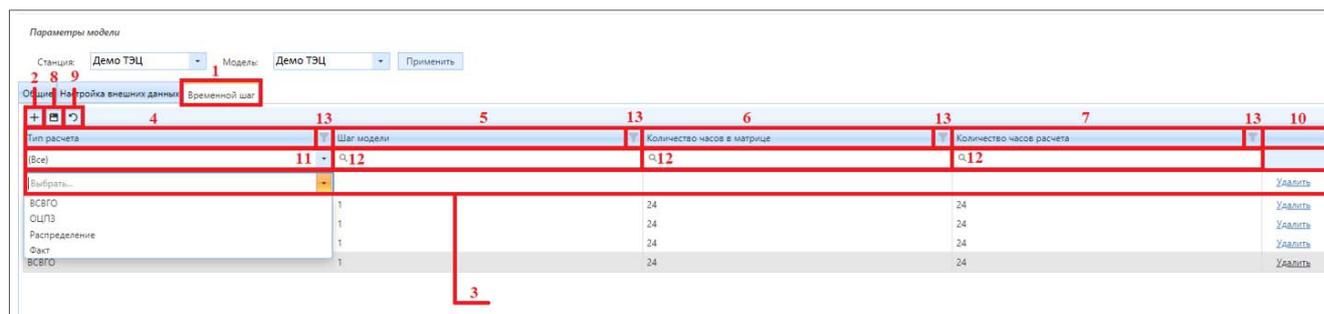

Рисунок 4.2.11 – Визуализация вкладки «Временной шаг»
Для создания, просмотра и редактирования настроек в группе «Временной шаг» необходимо перейти нажатием левой кнопкой мыши на вкладку «Настройка внешних данных» (блок 1) (рис. 4.2.11). В данной группе осуществляется настройка:
Для создания вышеперечисленных настроек, относящихся к группе «Временной шаг» в рамках одного типа расчета нажмите на кнопку (2) «Добавить строку» (рис. 4.2.11). Автоматически появится строка для записи (блок 3) (рис. 4.2.11). В колонке (4) «Тип расчета» (рис. 4.2.11) нажмите на признак выпадающего списка, из предложенного перечня выберите необходимый тип расчета. В колонке (5) «Шаг модели» (рис. 4.2.11) введите числовое значение для указания минимальной величины дискретности. В колонке (6) «Количество часов в матрице» (рис. 4.2.11) введите числовое значение (назначение было описано выше). **Не рекомендуется указывать величину от 1 до 24, а также не кратную общему количеству часов в расчете.** В колонке (7) «Количество часов в расчете» (рис. 4.2.11) введите числовое значение. Рекомендуется указывать базовую величину 24. Нажмите на кнопку (8) «Сохранить изменения» (рис. 4.2.11) для подтверждения введенных записей в строке. Для отмены добавленной записи нажмите на кнопку (9) «Отменить изменения» (рис. 4.2.11).
Для удобства и оперативности просмотра настроек во вкладке «Временной шаг» реализованы вспомогательные кнопки и поля. В каждой колонке имеется кнопка (13) «Отфильтровать» (рис. 4.2.11) предназначена для фильтрации отображаемой информации. Строка поиска (12) (рис. 4.2.11) предназначена для оперативного поиска информации, хранящейся в определенной колонке. В поле (11) (рис. 4.2.11) реализован выпадающий список с доступными пользователю типами расчетов, выбрав одну запись из перечня, пользователю выводится информация об имеющейся настройке (при условии, что она была ранее создана администратором).
кликом мыши нажмите на редактируемую запись. Внесите изменение в записи. Далее нажмите на кнопку (8) «Сохранить» (рис. 4.2.11) для сохранения внесенных изменений. Для отмены редактирования записи нажмите на кнопку (9) «Отменить изменения» (рис. 4.2.11).
Для удаления настройки выделите необходимую строку с записью нажатием левой кнопки мыши (выделенная строка отобразится серым цветом). Нажмите на ссылку «Удалить» в колонке (10) (рис. 4.2.11). После нажатия выделенная запись подсветится зеленым цветом, а ссылка «Удалить» изменится на «Восстановить», предназначенную для восстановления записи. Далее нажмите на кнопку (8) «Сохранить» (рис. 4.2.11) для подтверждения действия. Для отмены действия нажмите на кнопку (9) «Отменить изменения» (рис. 4.2.11).